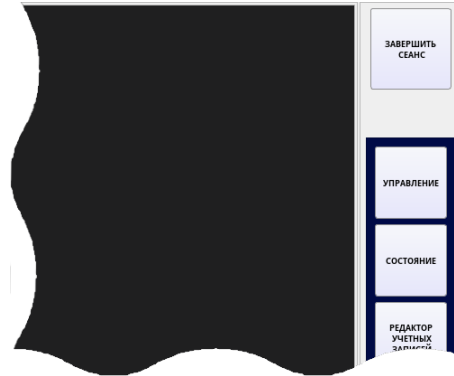

Рисунок 7
1. **Открыть окно авторизации:** кнопкой *ЗАВЕРШИТЬ СЕАНС*, расположенной в главном меню программы, см. фрагмент окна на рис. 7.